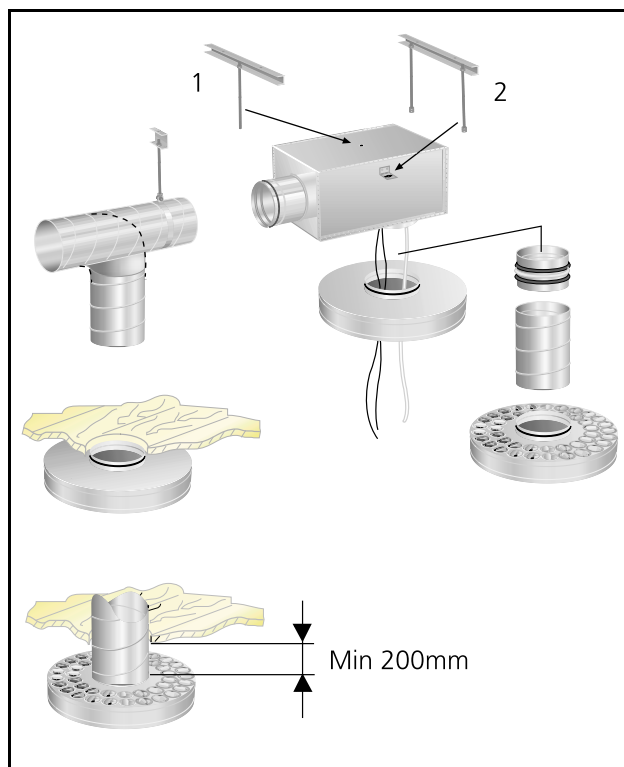

Figure 1. Montage. Équilibrage.
**MONTAGE (Voir figure 1)**
**ÉQUILIBRAGE AVEC LE PLÉNUM ALS (Voir figure 1)**